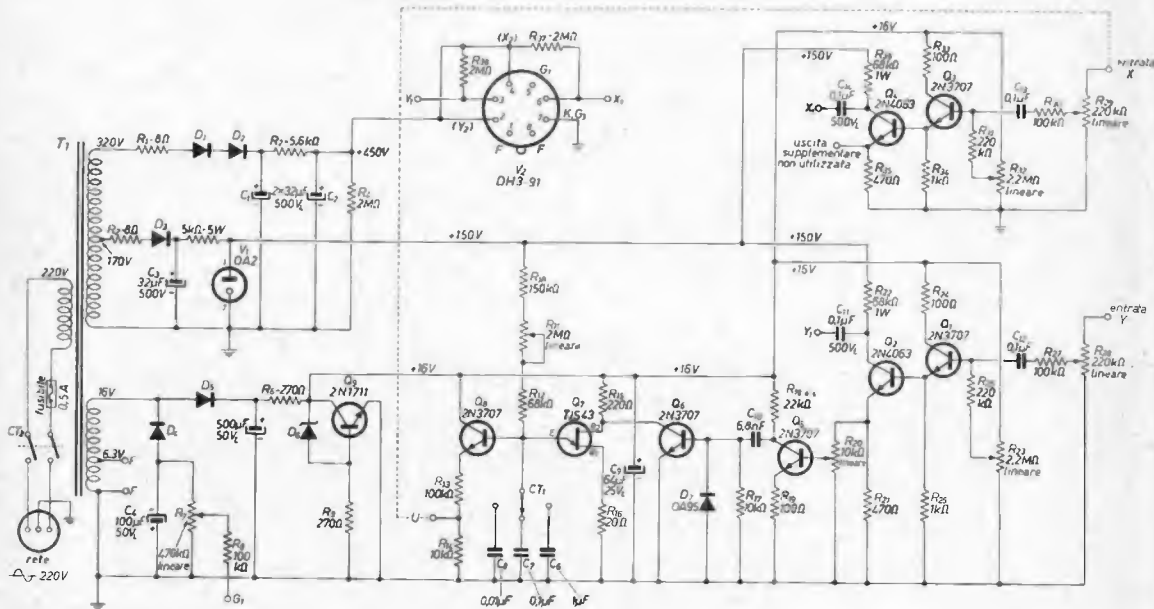

figura 5
In figura 5 è riportato lo schema dettagliato del circuito elettrico del minioscilloscopio. Come già visto negli schemi a blocchi di figura 2 e 4 il circuito stesso può essere suddiviso nelle seguenti parti:
L'amplificatore verticale è formato da due stadi accoppiati fra loro direttamente: Q_1 e Q_2 . Lo stadio Q_1 ha la funzione di aumentare l'impedenza di ingresso dell'amplificatore stesso essendo collegato a « emitter follower ». Il guadagno in tensione di questo stadio è al massimo uguale a 1. L'impedenza di ingresso di Q_1 è così molto alta per cui l'impedenza d'ingresso dell'amplificatore Y è molto prossima alla resistenza del potenziometro R_{28} che ha la funzione di variarne la sensibilità. A cursore di massima sensibilità si ha un'impedenza d'ingresso di circa $150\text{ k}\Omega$. Lo stadio Q_2 ha poi la funzione di amplificare in tensione il segnale da visualizzare (che viene inviato all'ingresso Y) fino a un livello sufficiente al pilotaggio delle placchette di deflessione verticale del tubo a raggi catodici. Al fine di centrare la condizione di miglior bilanciamento il potenziometro semifisso R_{23} , avente la funzione di polarizzare la base di Q_1 , viene regolato per una tensione di collettore di Q_2 di $+75\text{ V}$. In questo modo dal suindicato collettore è possibile prelevare un segnale avente una tensione massima di pp (picco-picco) di 140 V . Quest'ultimo valore è sufficiente al pilotaggio delle placchette verticali di V_2 . Il condensatore C_{11} (figura 5) ha quindi la funzione di trasferire il segnale Y alla placchetta di deflessione verticale Y_1 di V_2 .
Schema di principio del generatore di onde a dente di sega. I valori delle resistenze $R_{13} \dots R_{16}$ corrispondono a quelli riportati in figura 5.
Il segnale a dente di sega ha una forma d'onda illustrata in figura 7. Il periodo T (figura 7) e quindi la frequenza dell'onda a dente di sega dipende dal prodotto RC (a parità di tensione V_{B2}). Per questo sono stati scelti diversi valori di C (C_6 , C_7 e C_8 di figura 5) che permettono, operando su R_{11} (regolatore fine di frequenza), di ottenere le seguenti tre gamme (tabella 2).
Lo stadio Q_6 (figura 5) rende poi possibile il trasferimento dell'onda a dente di sega dall'emittore di Q_7 (tramite R_{13} e R_{14}) al circuito successivo che è costituito dall'amplificatore X.
Il collegamento tra i punti U e X (figura 5) è stato tratteggiato per indicare che viene effettuato mediante un ponticello esterno. Il segnale a dente di sega viene così amplificato per il pilotaggio delle placchette di deflessione orizzontale del tubo a raggi catodici (in particolare la placchetta X_1).
Il sincronismo (necessario per fermare stabilmente l'immagine sullo schermo) viene poi ottenuto annullando la differenza di fase esistente il segnale da visualizzare (inviato all'ingresso Y) e l'onda a dente di sega (reatrice dell'asse dei tempi). A ciò provvede il generatore di segnali di sincronismo (Q_5 , Q_6 e D_7 di figura 5). Questo generatore preleva una parte del segnale in uscita dall'amplificatore Y mediante il potenziometro semifisso R_{20} che funziona da regolatore di « volume di sincronismi » e lo invia alla base di Q_5 che funziona da squadratore.
Q_5 (figura 5) lavora in saturazione quando è presente un segnale all'ingresso Y ed allo stato di interdizione quando tale segnale è assente. In ultima sintesi Q_5 rende molto ripidi i fronti d'onda del segnale presente sull'emittore di Q_5 . La capacità C_{10} è stata scelta di valore particolarmente basso (6.800 pF) in modo da formare con R_{17} una costante di tempo molto bassa. Per effetto di ciò il gruppo C_{10} - R_{17} funziona da differenziatore e lascia passare perciò solo il ripido fronte d'onda di salita e di discesa del segna squadrato. Ai capi di R_{17} (figura 5) sono presenti quindi impulsi molto brevi e perfettamente in fase col segnale da visualizzare (inviato all'ingresso Y). Il diodo D_7 elimina poi le semionde negative presenti nei suindicati impulsi in modo da permetterne l'alimentazione dalla base B_2 di Q_5 .
- 1) Alimentatore di alta tensione (+450 V) per le placchette di deflessione del tubo a raggi catodici costituito da T_1 (secondario 320 V), D_1 e D_2 con filtro C_1 , R_3 e C_2 (figura 5).
- 3) Alimentatore di tensione stabilizzata per Q_1 , Q_3 , Q_5 , Q_6 , Q_7 e Q_8 (16 V). Anche per questo terzo alimentatore vengono raddrizzate le sole semionde positive utilizzando un secondario a bassa tensione di T_1 (figura 5) e il diodo D_5 . Anche in questo caso la stabilizzazione viene fatta con regolazione in parallelo utilizzando il diodo zener D_6 e il transistor Q_6 . Questo tipo di alimentatore stabilizzato è abbastanza insolito per la sua semplicità e per le sue ottime caratteristiche di stabilità.
Il potenziometro R_{23} (bilanciamento amplificatore verticale) deve essere regolato per una tensione di collettore di Q_2 di 75 V (figura 5).
Il potenziometro R_{32} (bilanciamento amplificatore orizzontale) deve essere regolato per una tensione di collettore di Q_4 di 75 V (figura 5).
Per il primo modo di funzionamento occorre stabilire (mediante un ponticello esterno) un collegamento tra i punti U e X (figura 5) che terminano sul pannello frontale con due morsetti a serrafilo (vedi foto).
Per il secondo modo di funzionamento il ponticello U-X viene rimosso e di conseguenza rimane escluso anche il generatore di onde a dente di sega. I due ingressi X e Y (figura 5) sono così contemporaneamente accessibili ai due segnali di cui si vuole vedere la combinazione (come precedentemente indicato).
Schema relativo alle modifiche che bisogna introdurre per sostituire il tubo a raggi catodici DH3-91 (2,5 cm) col tubo DG7-31 (7 cm). Tutti i diodi sono BYX10 e tutte le resistenze sono da 0,5 W di dissipazione e 5 % di tolleranza, salvo altrimenti indicato. Il trasformatore di alimentazione che sostituisce T₁ (figura 5) ha i seguenti secondari: 320 V (50 mA) con prese intermedie a 280 V e 90 V; 16 V (0,6 A) con presa a 6,3 V.